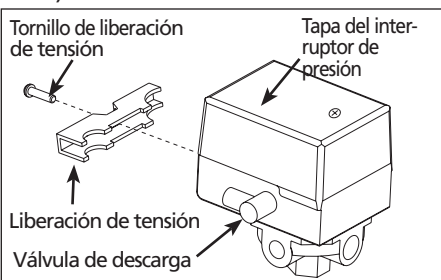

Figura 1
3. Quite el tornillo de liberación de tensión y el liberador de tensión para separar completamente el conjunto del cable del cuerpo del interruptor (vea la figura 1).